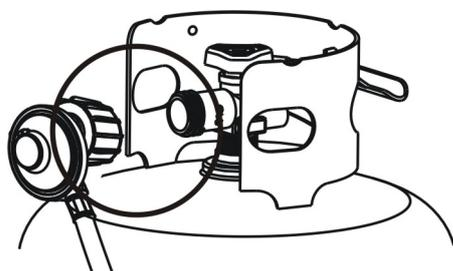

Figure 12
12. Ouvrez le robinet du réservoir. Appliquez une solution d'eau savonneuse sur le raccord réservoir-régulateur et sur le raccord vanne-tuyau pour vérifier l'absence de fuites, comme le montre la figure 12. Si des bulles de savon continuent à se former, le raccord présente une fuite. Si une fuite est détectée, fermez le robinet du réservoir et serrez tous les raccords.